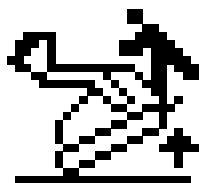

Figure 25
Lorsque vous déployez les bras de chargeuse à la portée maximum pour la hauteur des bras et le poids de la charge, l'InfoCenter affiche l'icône Smart Load (Figure 25), le témoin clignote, un bip d'alarme se fait entendre et le déploiement des bras s'interrompt.
4. Avec des outils manuels, tournez la vis dans le sens horaire jusqu'à ce que le frein soit desserré ou que la vis ne puisse plus tourner (Figure 25).